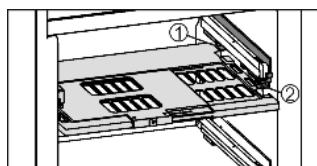

Fig. 9
- ▶ Установка пластины регулировки влажности: попречные ребра крышки на пластине вставить через низ в задний держатель Fig. 9 (1) и защелкнуть спереди на держателе Fig. 9 (2).